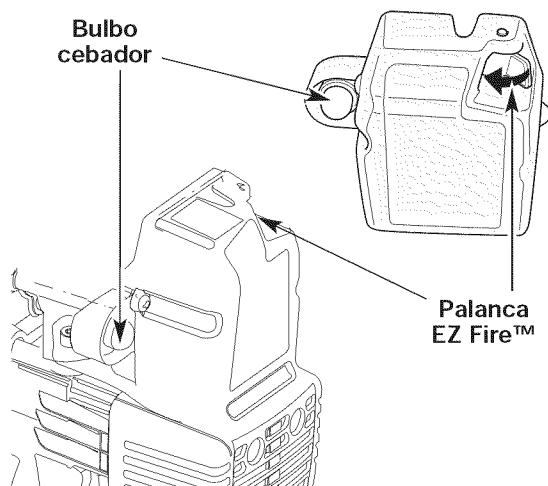

Fig. 9
3. Oprima completamente el cebador y suéltelo 10 veces. Hágalo lentamente. Se deberá ver un poco de **combustible en el cebador** y en las tuberías de alimentación de combustible (Fig. 9). Si no puede ver el combustible en el cebador, oprimalo y suéltelo tantas veces como sea necesario hasta que vea combustible en el mismo.
4. **Empuje la Palanca EZ Fire™ hacia la primera bombilla** hasta que haga un clic y quede trabada en su lugar (Fig. 9).